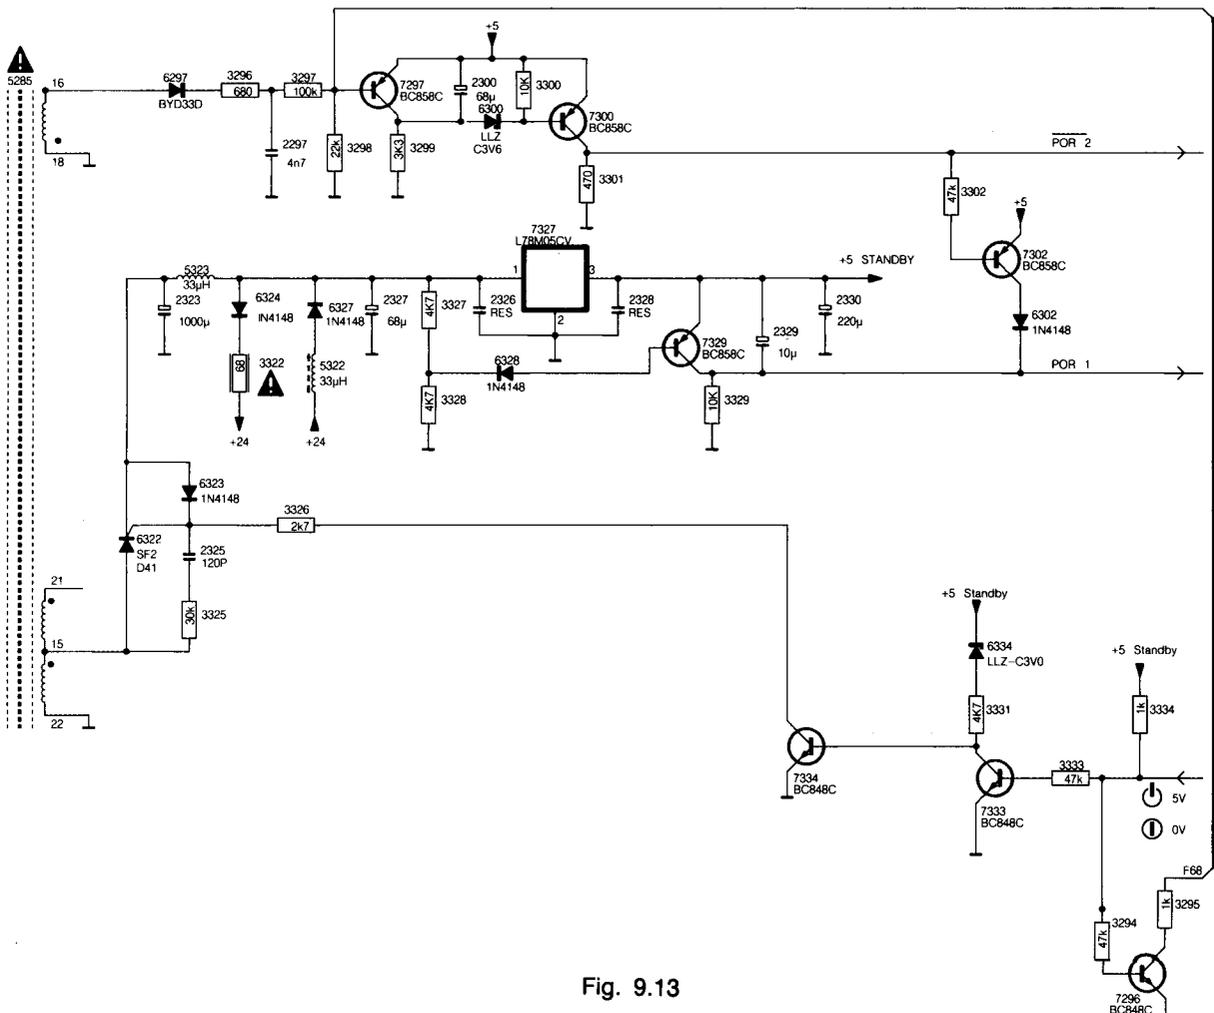

Fig. 9.13
9.2.3 Die Versorgungsspannung +5 Bereitschaft für die Bedienung (Bild 9.13)
Mit der Schaltung von Bild 9.13 wird dem Bedienungssystem eine stabilisierte Spannung von 5 Volt geliefert. Dies erfolgt während gewöhnlichen Fernsehbetriebs aber auch in der Bereitschaftsstellung. Während Fernsehbetriebs wird die Speisespannung für das Bedienungssystem +5 Bereitschaft aus der +24 Speisespannung gewonnen. Diese +24 wird über Spule 5322 und Diode 6327 dem Stabilisator 7327 zugeführt, der dann die +5 Bereitschaft-Speisespannung liefert. In der Bereitschaftsstellung wird durch die Bereitschaftsschaltung das Tastverhältnis des Schalttransistors 7267 auf einen kleinen Wert gebracht. Die der Sekundärseite abgegebenen Speisespannungen sinken dann zu einem Bruchteil ihrer üblichen Werte ab. Die +24 ist dann nicht mehr imstande, die +5 Bereitschaftsspeisung zu versorgen. Durch das Bereitschaftssignal jedoch wird Transistor 7333 in den leitenden Zustand überführt, wodurch TS7334 sperrt. Die Steuerelektrode von Thyristor 6322 wird dadurch nicht mehr auf Massepotential gehalten. Während der positiven Teile des Signals an Anschluss 15 von T5285 wird mithin Thyristor 6322 über die Schaltung R3325-C2325 aktiviert. Thyristor 6322 arbeitet nun als Gleichrichter; über den Glättungskondensator 2323 baut sich nun eine Gleichspannung auf, die genügend gross ist, die Bereitschaft-Speisespannungsschaltung zu speisen, so dass während der Bereitschaft die +5 Spannung aufrechterhalten wird. Um dafür zu sorgen, dass nach Einschalten des Geräts die unterschiedlichen Prozessoren